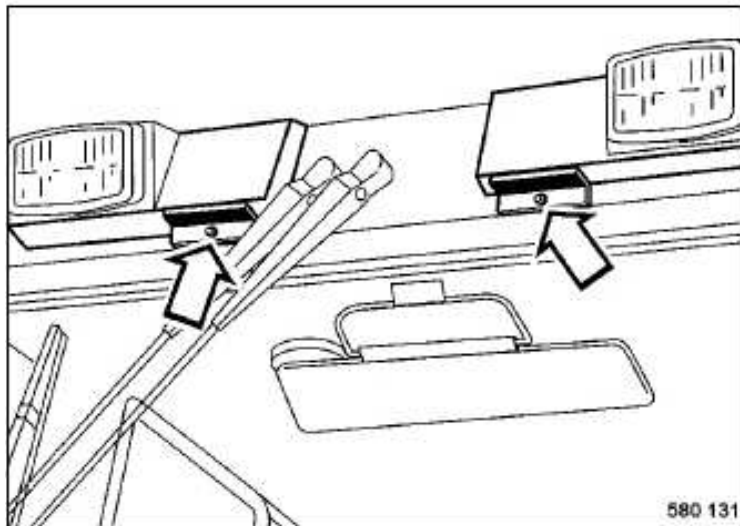

Fig. 166
- Desenroscar los tornillos de fijación de los soportes de filtro (Fig. 166) y extraer el filtro.